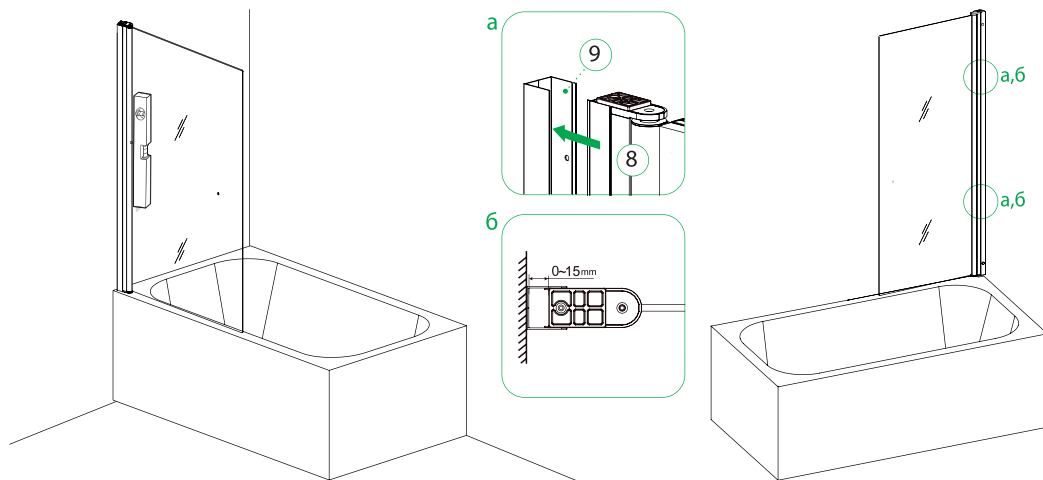

Рис. 7/7-сур.
3. Выровняйте ограждение с помощью уровня (рис. 7). Закрепите закаленное стек-